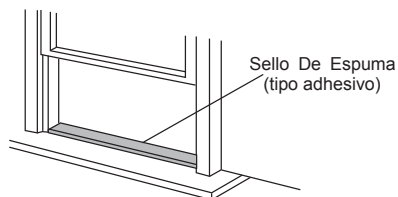

Fig.10
1. Corte el sello de espuma (tipo adhesivo) a una longitud adecuada y péguelo en la banca de la ventana. Fig. 10